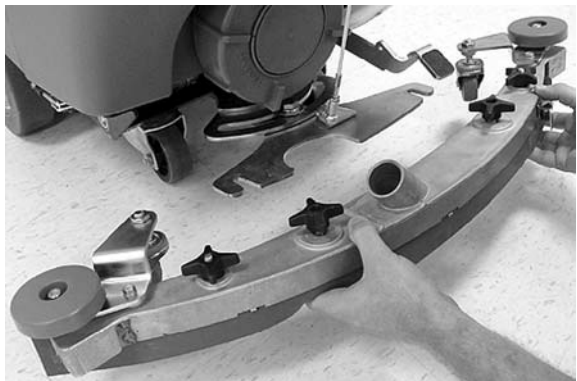

РИС. 5
3. Закрепите узел швабры на оси швабры (Рисунок 5). Перед закручиванием ручек (маховичков) убедитесь, что ручки до конца вошли в слоты (отверстия).